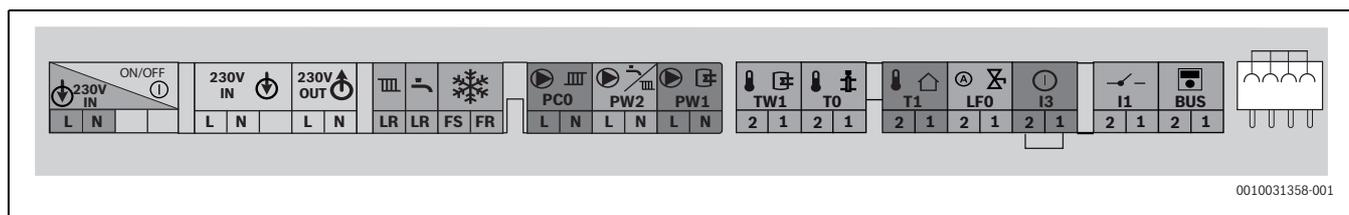

Bild 31 Klemmleiste am Steuergerät ACU-MH für externes Zubehör
- ▶ Kabel an der Klemmleiste für externes Zubehör (→ Bild 31) anschließen.